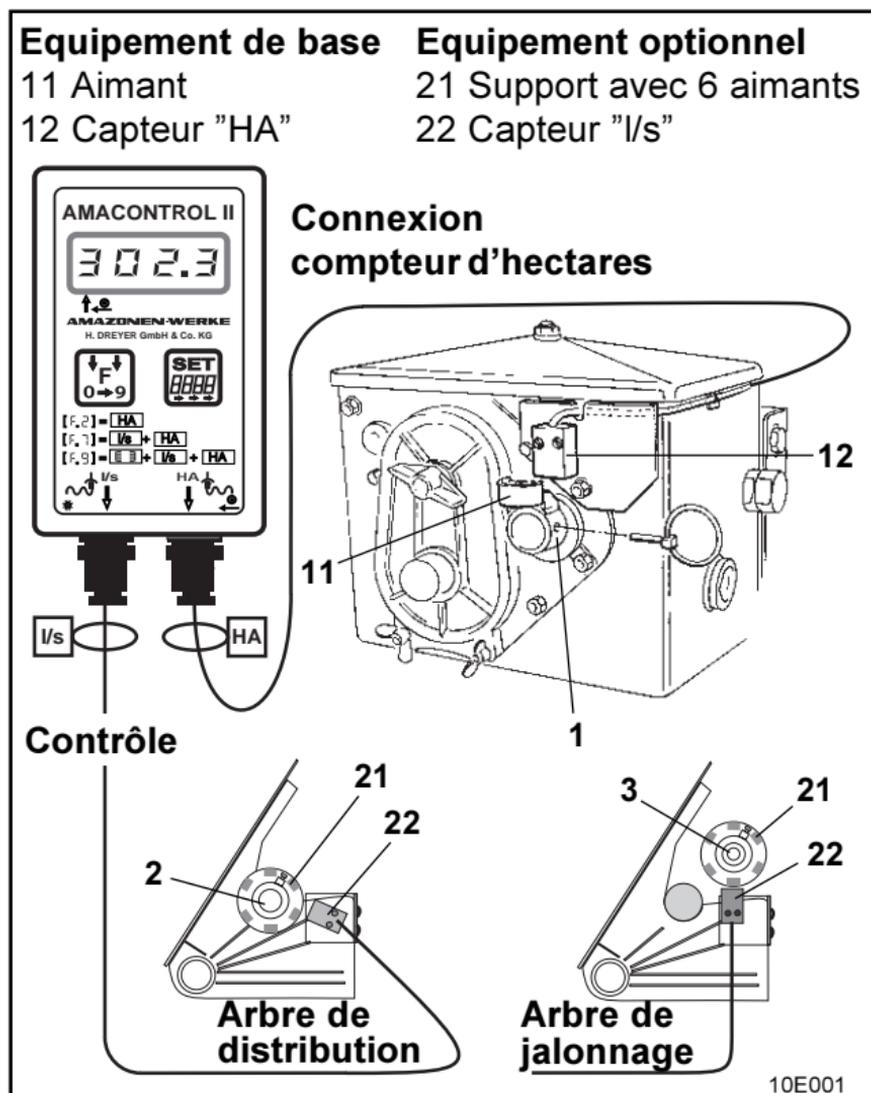

Fig. 2.1
La fig. 2.1 indique les emplacements de fixation des capteurs et des aimants sur l'arbre du sélecteur (1), et l'arbre de jalonnage